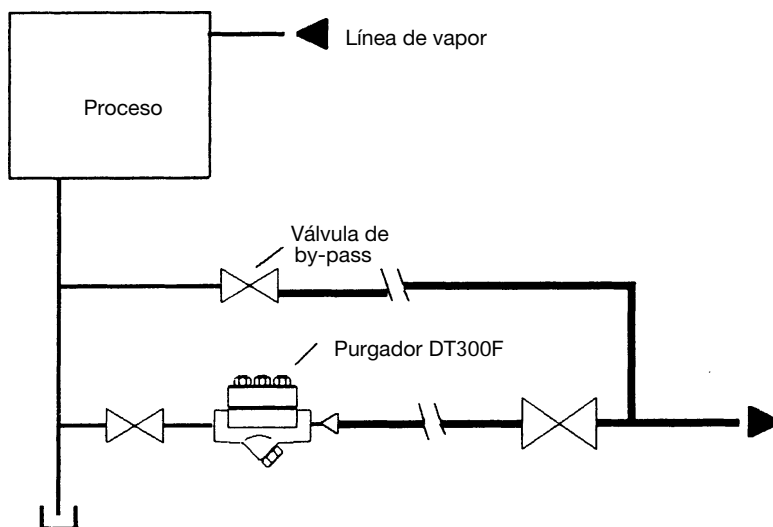

Fig. 1 Drenaje de un proceso con la salida conectada a un sistema de recuperación de condensado
- 3.1** Instalarlo preferiblemente en una tubería horizontal con la tapa en la parte superior (ver Fig. 1).